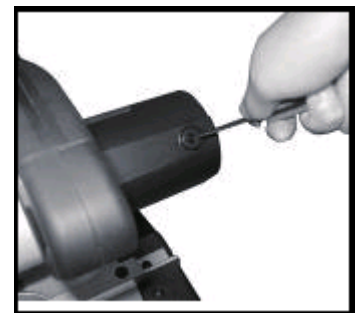

рис.10
- ✓ Заменяйте угольные щетки, когда они изношены до критического минимума в 5 мм их длины. Или при значительном падении мощности электродвигателя. Щетки необходимо менять парами, для этого необходимо выкрутить крышку щеткодержателя (15) на корпусе электродвигателя (рис.10), извлечь и заменить щетки. Установить крышку на место.